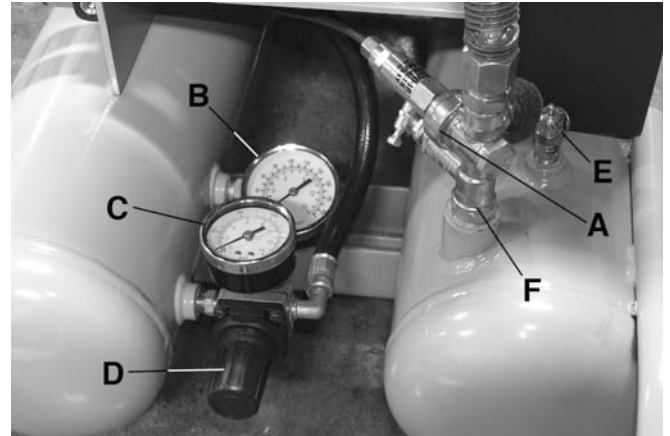

FIGURE 3
ACCÉLÉRATEUR DE MOTEUR (A) FIG.3: L'accélérateur de moteur ralentit automatiquement le moteur au ralenti lorsque la pression des réservoirs atteint la pression "déclenchement" établi en usine (pression maximale). Lorsque la pression des réservoirs chute sous la pression d'"enclenchement" établi en usine, le moteur accélère automatiquement et le compresseur pompe de l'air supplémentaire dans les réservoirs d'air.
MANOMÈTRE POUR PRESSON DE RÉSERVOIR (B) FIG.3: Le manomètre pour pression du réservoir indique la pression d'air de réserve dans les réservoirs.
MANOMÈTRE POUR PRESSON DE SORTIE (C) FIG.3: Le manomètre pour pression de sortie indique la pression d'air disponible sur le côté sortie du régulateur. Cette pression est contrôlée par le régulateur et est toujours inférieure ou égale à la pression des réservoirs.
RÉGULATEUR (D) FIG.3: La pression d'air provenant des réservoirs d'air est contrôlée par le régulateur. Tirez sur le régulateur pour le déverrouiller et ensuite tournez le régulateur dans le sens horaire pour augmenter la pression ou en sens anti-horaire pour diminuer la pression. Pour éviter un nouveau réglage mineur après avoir modifié le réglage de pression, approchez toujours la pression désirée depuis une pression plus basse. En réduisant d'un réglage plus élevé à un réglage plus bas, réduisez d'abord à une pression inférieure à celle désirée, puis amenez à la pression désirée. Suivant les besoins en air de chaque accessoire particulier, il peut être nécessaire de régler la pression d'air contrôlée de sortie pendant l'utilisation de l'accessoire.
SOUPAPE DE SÛRETÉ ASME (E) FIG.3: La soupape de sûreté protège contre la surpression des réservoirs en "sortant" à sa pression maximale réglée en usine (150 lb/po²).
SOUPAPE D'ARRÊT (F) FIG.3: Lorsque le compresseur est en marche, la soupape d'arrêt est "ouverte" et l'air comprimé peut ainsi entrer dans les réservoirs d'air. Lorsque le compresseur atteint la pression de "déclenchement", la soupape d'arrêt "se ferme", et la pression d'air peut ainsi demeurer à l'intérieur des réservoirs.
- 2) Tirez l'anneau de la soupape de sûreté (E) Fig.3, en laissant l'air se vider des réservoirs jusqu'à ce que la pression de réservoir soit environ 20 lb/po². Relâchez l'anneau de la soupape de sûreté.
REMARQUE: Si une ou les soupapes de vidanger sont colmatées, tirez l'anneau de la soupape de sûreté (E) Fig.3, et tenez jusqu'à ce que toute la pression d'air ait été relâchée. La soupape peut alors être retirée, nettoyée et remise en place.